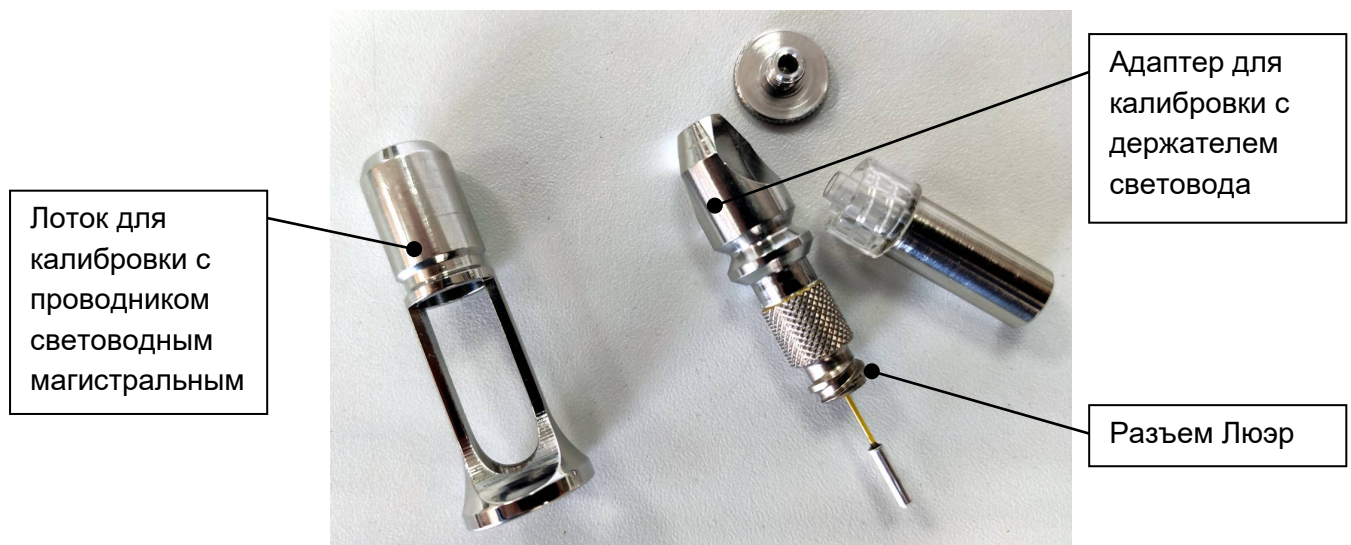

Рисунок 17 – Лоток (слева) и адаптер (справа) для калибровки
- извлечь съемный лоток (рисунок 17, слева) из гнезда калибровки для магистрального световода;
- для держателя световода приготовить адаптер (рисунок 17, справа) из его комплекта;